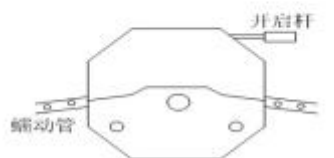

图3 压块下降，卡子卡紧蠕动管
- ③ 顺时针拨动开启杆至锁定位置，使压块下降压住蠕动管（如图 3）。
- ④ 检查泵两端卡子是否卡紧蠕动管否则应重复本项步骤①-③作适当调整。